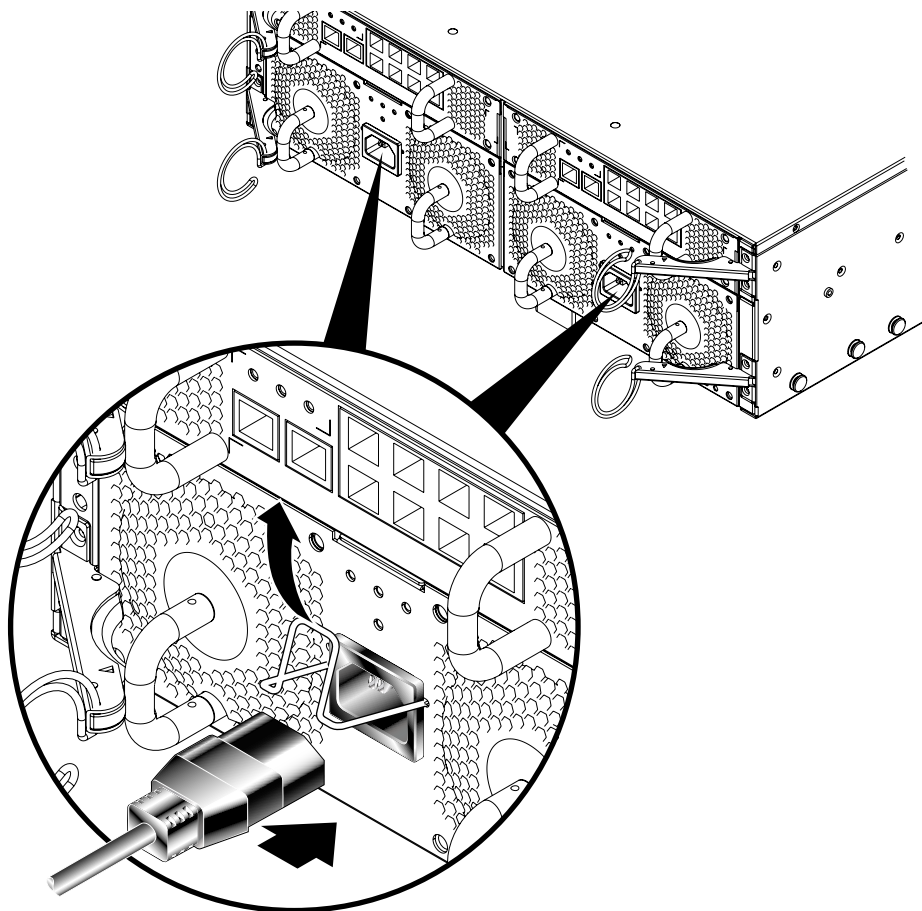

図 5-2 IEC 電源コードの接続
1. 電源コードを IEC 電源差し込み口に接続します (図 5-2)。